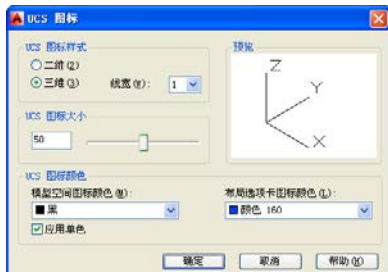

图 7-10 【UCS 图标】对话框
- **【特性(P)】**选项：用于设置 UCS 图标在绘图区域的显示模式。执行该命令后，系统将弹出**【UCS 图标】**对话框，如图 7-10 所示。通过该对话框，用户可以对 UCS 图标样式、大小、颜色等特性进行设置。